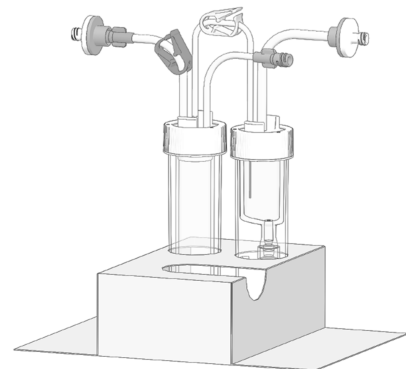

図1 紙スタンドへのセット(分注、移送、返却時)
- 空の50mL遠沈管を1次容器、2次容器に被せてスクリューキャップを締め、紙スタンド若しくは遠沈管立てにセットします(図1)。